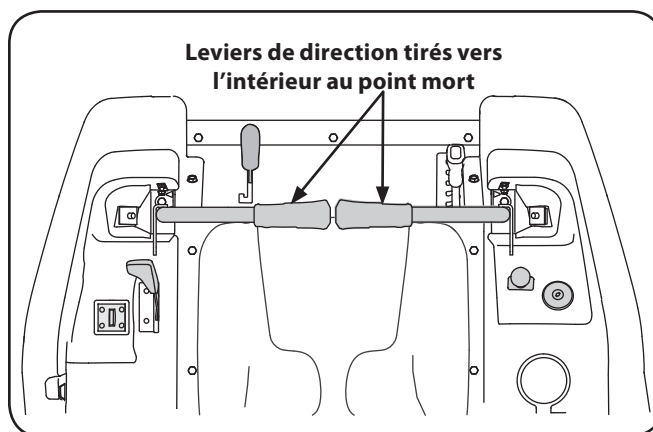

Figure 5-2
3. Tirez les leviers de direction droit et gauche vers l'intérieur, au point mort. Voir la Figure 5-2.